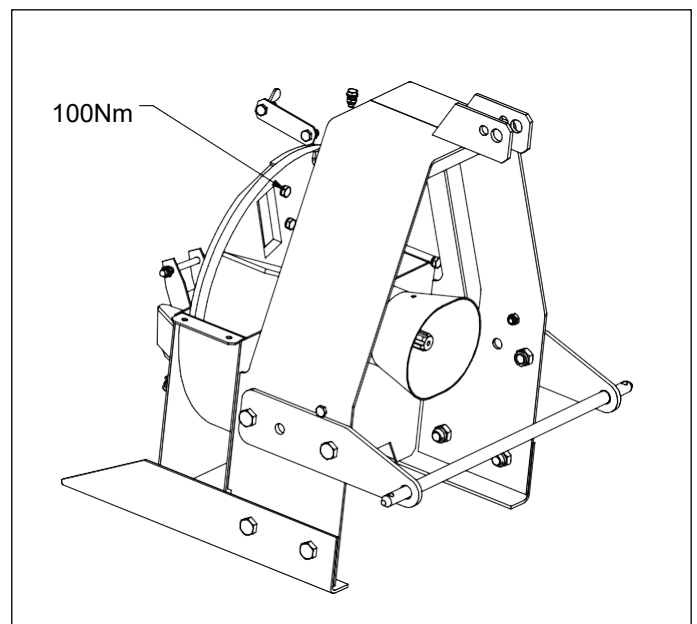

Fig 12. Remova os parafusos de aperto da faca
1. Remova os parafusos de aperto da faca (M12). Rode a chave inglesa de forma a que as suas mãos não batam na faca se a chave inglesa escorregar. Fig 12.